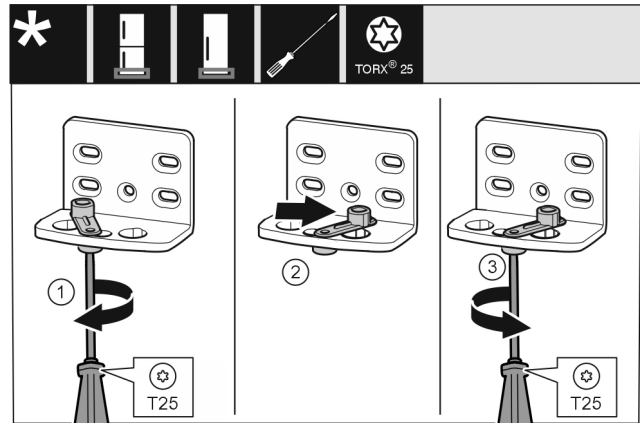

Fig. 13
- ▶ Skrutkovačom T25 voľne zaskrutkujte skrutku. Fig. 13 (1)
- ▶ Pomôcku na zatváranie dverí zdvihnite a otočte o 90° doprava v otvore. Fig. 13 (2)
- ▶ Skrutkovačom T25 pevne zaskrutkujte skrutku. Fig. 13 (3)